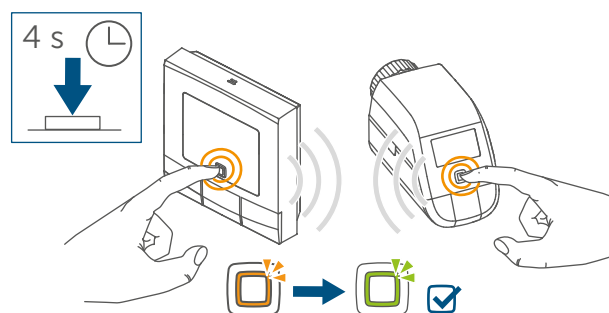

Figura 5
- Se necessario aprire il vano batterie (G) allentando il supporto a parete con un cacciavite a punta piatta (→v. figura).
- Premere per almeno 4 secondi il tasto di sistema (C) per attivare la modalità di accoppiamento. Il LED dell'apparecchio (C) diventa arancione e inizia a lampeggiare (v. figura 5). La modalità di accoppiamento è attiva per tre minuti.